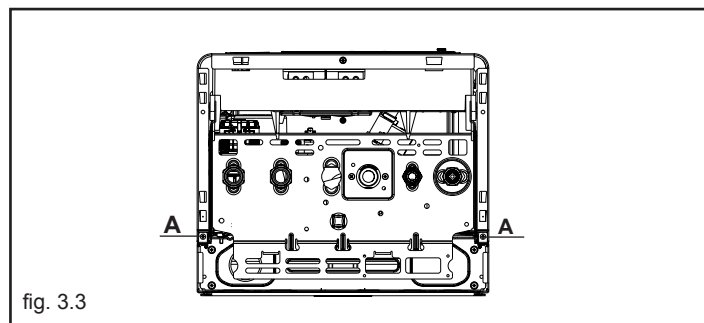

fig. 3.3
- svitare le viti (A) di fissaggio del mantello (fig. 3.3)